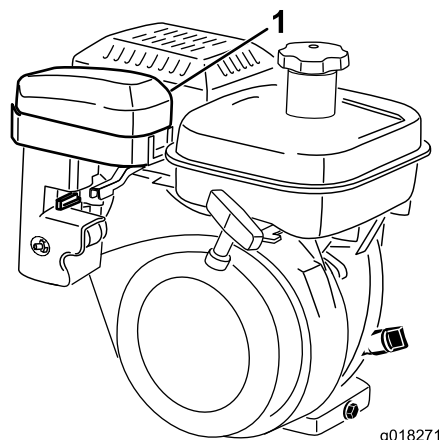
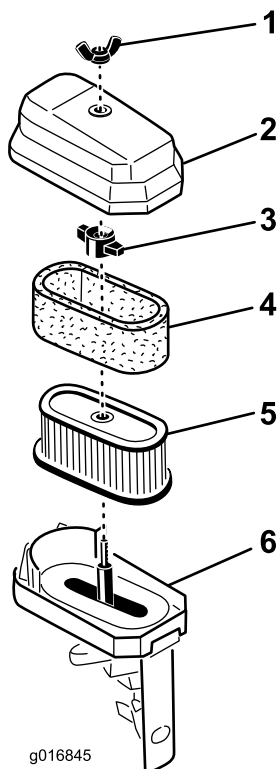

图32
图33
2. 拧掉将空气滤清器盖固定到空气滤清器上的蝶型螺帽，然后取下滤清器盖。彻底清洁滤清器盖（图32和图33）。
3. 如果泡沫滤芯变脏，请将其从纸质滤芯中取出(图33)。彻底清洁泡沫滤芯。